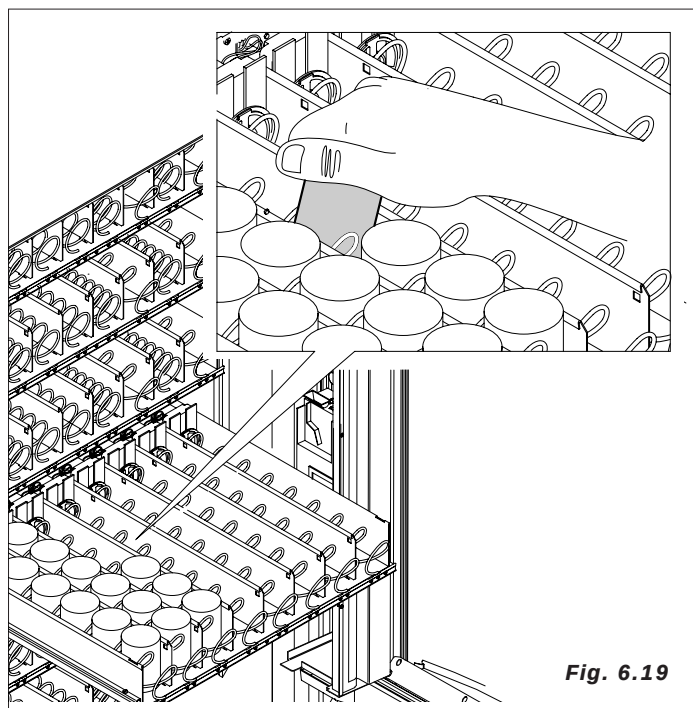

Fig. 6.19
- introducir los productos comenzando desde la parte anterior del cajón hasta la parte más interior. No dejar ningún espacio vacío (Fig. 6.19).